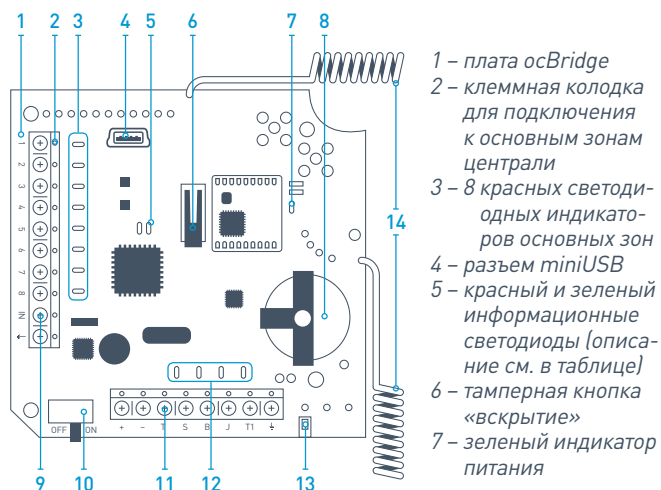

РИС. 1. Приемник беспроводных датчиков ocBridge
4.1. Подключите приемник беспроводных датчиков ocBridge к компьютеру при помощи USB кабеля (тип A–miniUSB) используя разъем «4» (РИС. 1). Включите приемник тумблером «10» (РИС. 1).
Описание индикации информационных светодиодов «5» (РИС. 1):